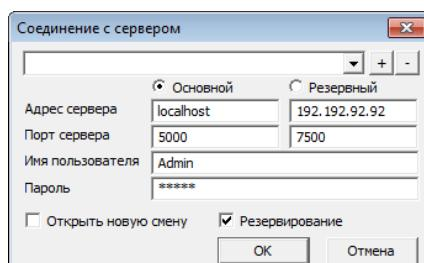

Рисунок 10.9 — Окно авторизации при использовании функции резервирования сервера
- **Резервирование** — установите данный флаг при использовании функции резервирования сервера STEMATRIX и заполните данные для авторизации на резервном сервере (см. рисунок 10.9). В случае отказа основного сервера STEMATRIX переход на резервный сервер будет выполнен автоматически, быстро и незаметно для пользователя (подробнее о функции резервирования сервера STEMATRIX см. в 23).